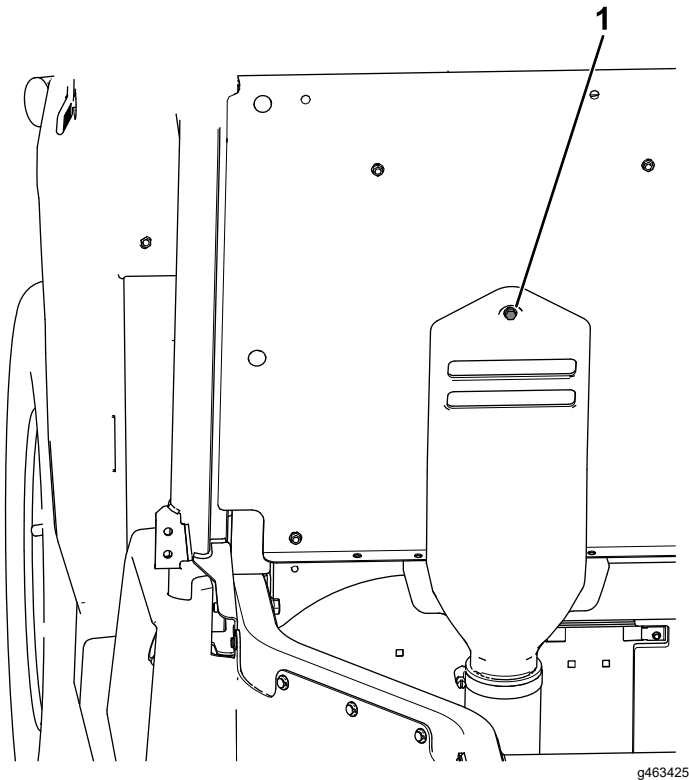

Figura 28
- F. Inserte el perno cautivo que está conectado a la cubierta de admisión de la CVT en el orificio indicado del panel del asiento (Figura 28).